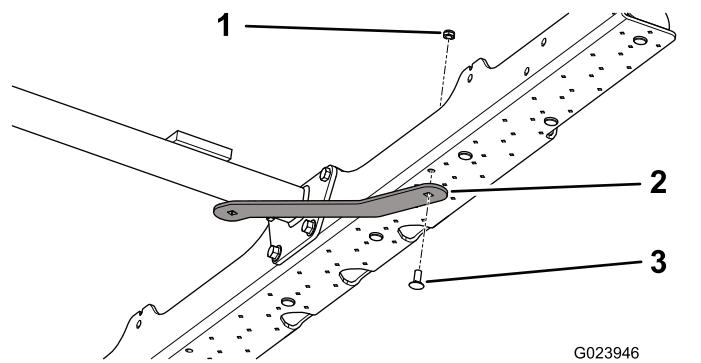

Bild 5
- Fluchten Sie das längere, flachere Ende einer Stützstrebe mit der Unterseite der unteren Platte aus, sodass das kürzere flache Ende die Deichsel erreicht (**Bild 5**).
- Befestigen Sie die Stützstrebe mit einer Schraube (5/16" x 3/4") und einer Sicherungsmutter (5/16") an der unteren Platte, siehe **Bild 5**.